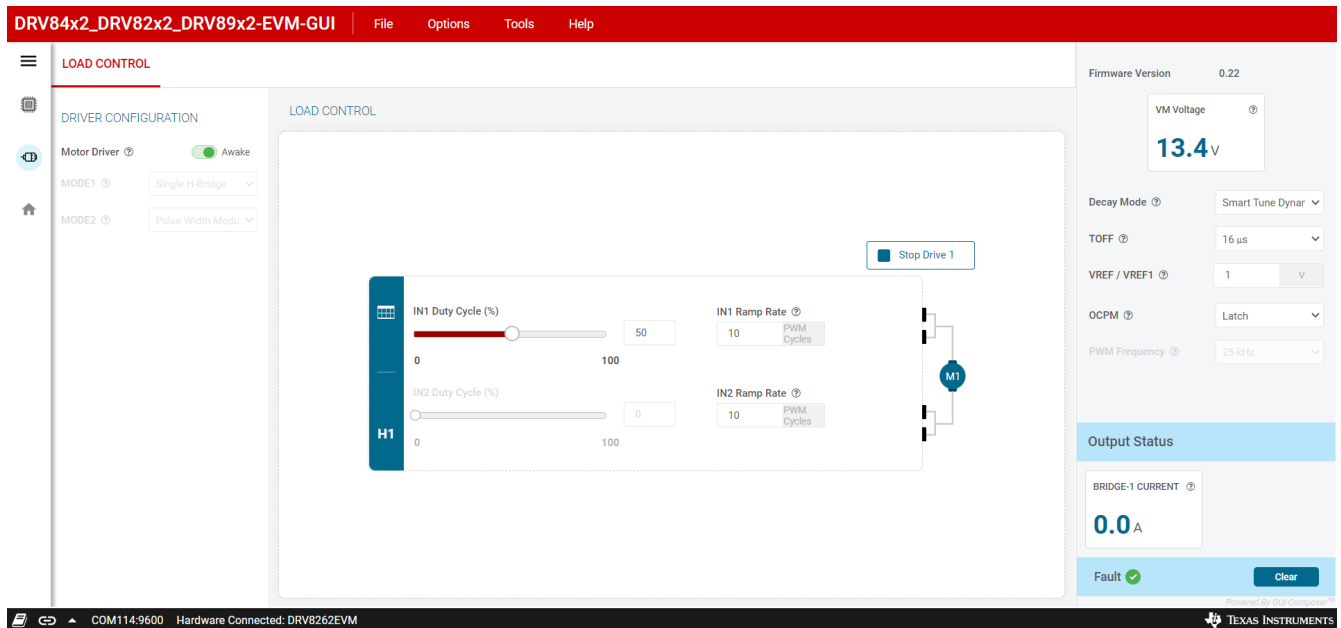

图 8-10. 负载配置 PWM 模式
7. “LOAD CONTROL” 窗口将更改为 PWM 控制模式，其中包含两个 PWM 设置滑块，如图 8-10 所示